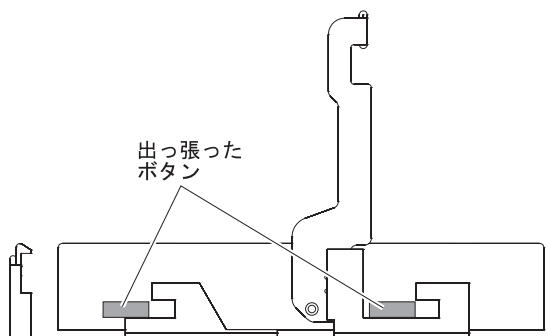

図 74. ドライブの位置合わせ
b. 図 74 のように、各側面にある 2 つの出っ張ったボタンを、ドロワーのドライブ・チャンネルの対応するすき間に合わせます。